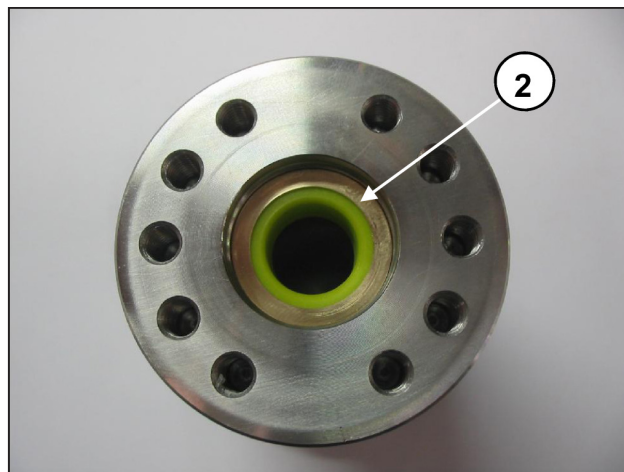
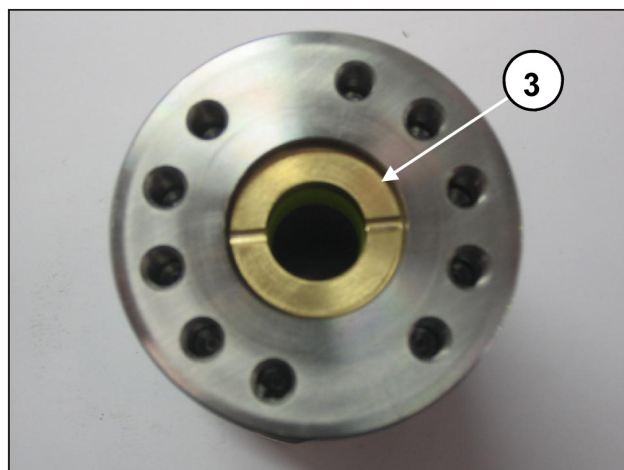
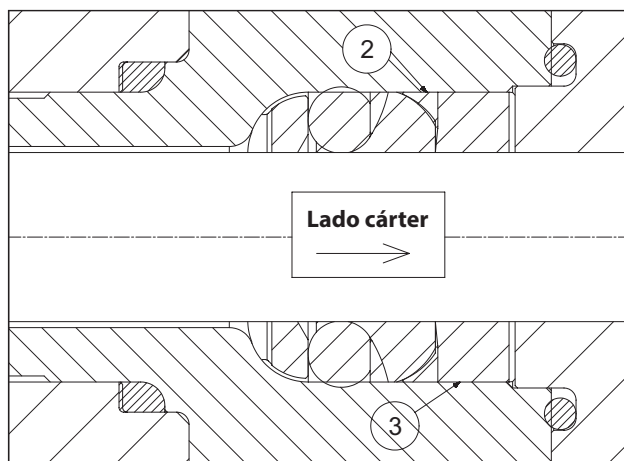

Fig. 42
Fig. 43
Fig. 44
- Introducir la anilla anti-extrusora ② y el casquillos de las juntas ③ como se indica en la Fig. 42, la Fig. 43 y la Fig. 44.
El casquillo de las juntas ③ se ha de introducir en el soporte con las descargas orientadas hacia el exterior (lado cárter) como se indica en la Fig. 43 y la Fig. 44.